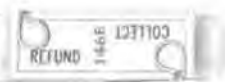

Fig. 21—146B Bias Margin Gauge
- 146B Bias Margin Gauge (Fig. 21)